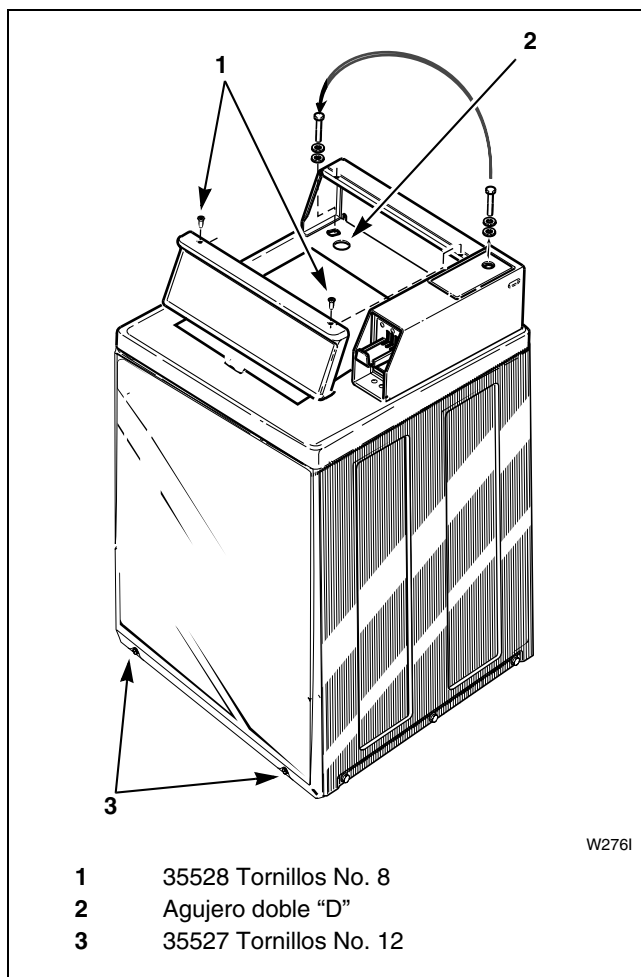

Figura 18
1. Quite el tornillo de cabeza Phillips de la puerta de servicio (consulte la *Figura 18*).